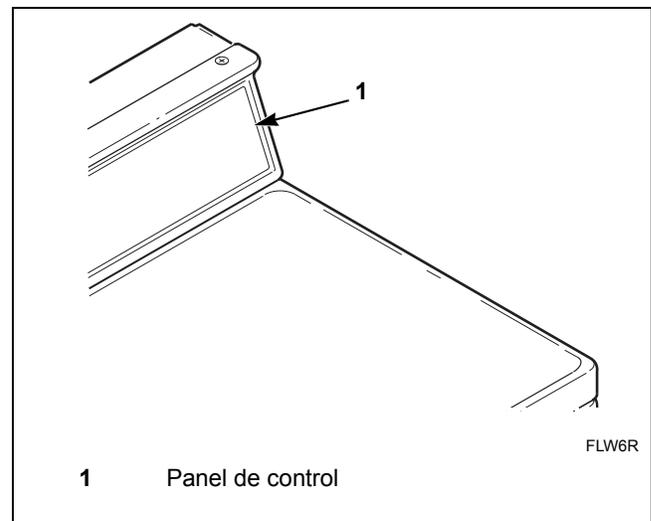

Figura 26
1. Abra el panel de control. Consulte la *Figura 26*.